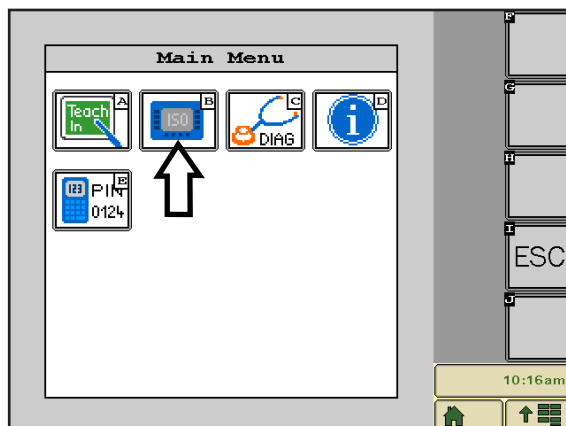

Fig. 14: Selezionare configurazione del terminale
Nel menu principale premere il simbolo VT (B) (vedere Fig. 14), per aprire la configurazione del terminale.